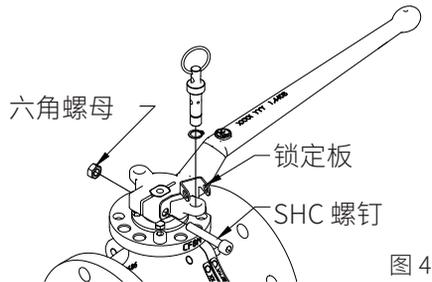

图 4
4. 将 SHC 螺钉穿过锁紧板孔和手杆，并拧紧六角螺母直至紧固，将手杆夹在阀杆平面上(图 4)。
5. 将锁销插入手杆上的锁销孔中(图 4 和 5)。